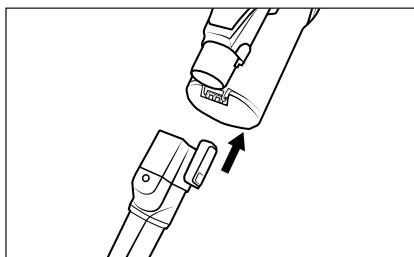

Fig. 14
- Utilisez le suceur à brosse ronde ⑭ avec ses poils durs pour les saletés incrustées sur les tapis grossiers ou les habitacles de voiture très sales. L'embout brosse se détache de la buse pour aspirer par exemple les inserts arrondis ou les compartiments de rangement dans la voiture.
- ◆ Faites glisser l'accessoire sur le tube d'aspiration ⑬ ou sur l'orifice d'aspiration de l'appareil jusqu'à ce qu'il s'enclenche de manière audible avec un bruit de clic (voir fig. 14). Veillez ce faisant à respecter la bonne position du verrouillage.